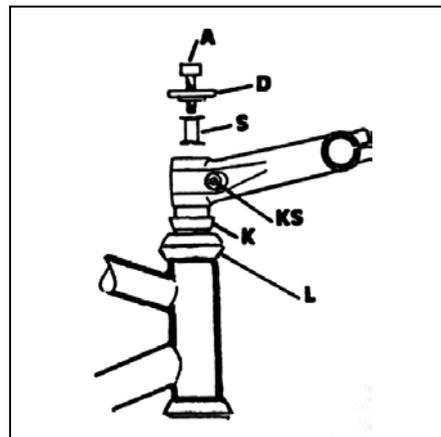

Рис. 13
На безрезьбовой вилке устанавливается подшипник руля (L) и центрируется конусообразным кольцом (K). Затем специальную рулевую колонку устанавливают на безрезьбовой вилке и впрессовывают конусообразное кольцо в подшипник руля. В открытый конец вилки вставляют распорную гайку (S), которая при завинчивании закрепляется внутри вилки наподобие дюбеля. За верхнюю концевую крышку (D) специальную рулевую колонку тянут вниз и соответствующим усилием регулируют подшипник руля (L). После регулировки специальную рулевую колонку фиксируют стопорным болтом (KS) на вилке. (рис. 13)